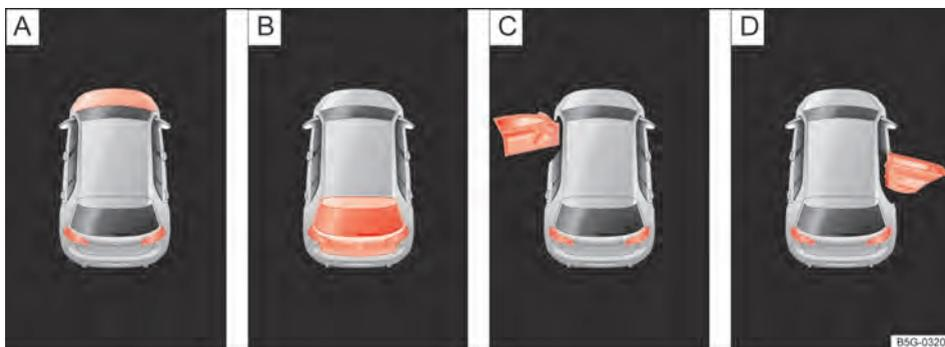

Fig. 15 No display do instrumento combinado: indicadores de status da tampa do compartimento do motor, da tampa do compartimento de bagagem e das portas.
Legenda para Fig. 15:
- Portas, tampa do compartimento do motor e tampa do compartimento de bagagem abertas → Fig. 15
Após o destravamento do veículo e durante a condução são exibidas, no display do instrumento combinado, as portas abertas assim como a tampa do compartimento do motor e a tampa do compartimento de bagagem → Fig. 15 e, se for o caso, sinalizadas acusticamente. De acordo com a versão do instrumento combinado, a representação dos símbolos pode variar.